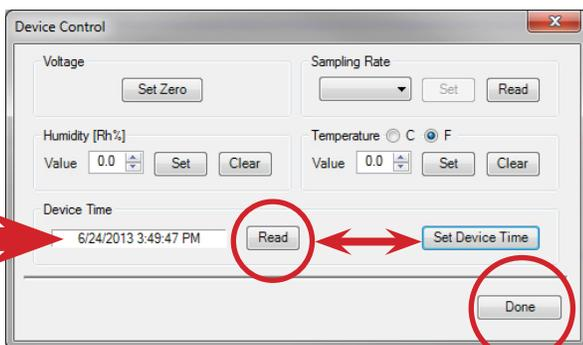

図 19: Use Edit を押し Device Control ウィンドウにアクセスしPGA-710 の日付と時刻を設定します
2. Device Control を選択しDevice Control ウィンドウを画面上に出してください。(図19)